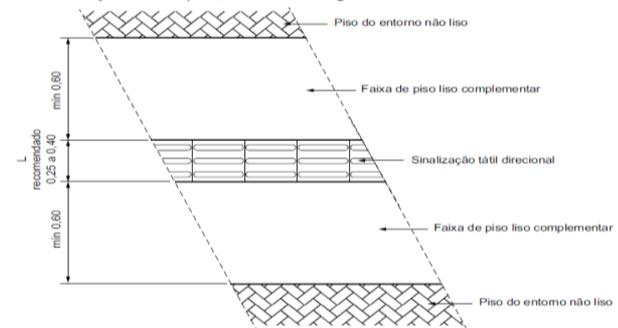

Figura 45 – Sinalização tátil direcional em piso com faixa lateral com piso liso complementa
7.3.8 Quando o piso do entorno não for liso, é recomendada a largura L entre 0,25 m e 0,40 m, acrescida de faixas laterais lisas, com mínimo de 0,60 m de largura cada uma, para permitir a percepção do relevo da sinalização tátil no piso, conforme a Figura 45.
FONTES: Figura 45 da NBR 16537/2016